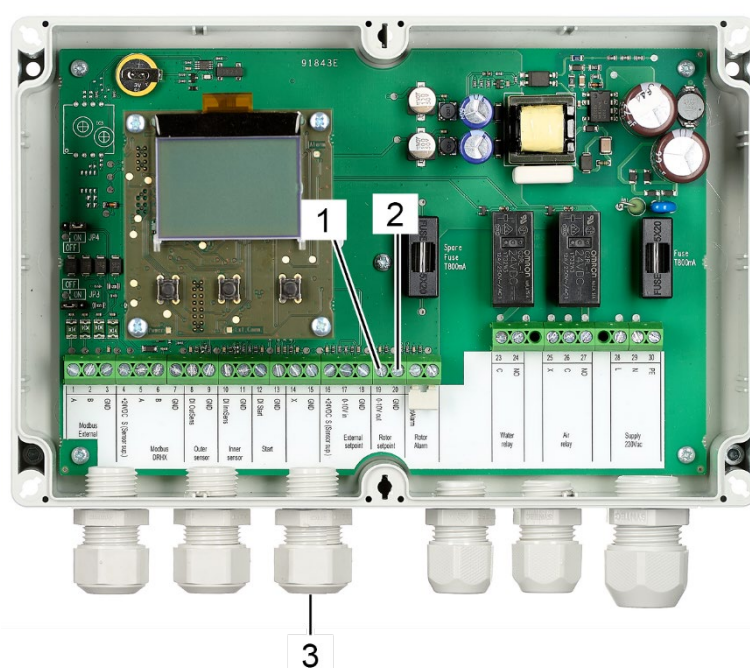

Figura 88: Terminales de la señal interna de control de la velocidad del rotor para el control del rotor del intercambiador de calor rotativo
- del prensaestopas (Figura 88/3).
- (Figura 88/1, 0 - 10 V in).
- 0 - 10 V al terminal 20 (Figura 88/2, GND).